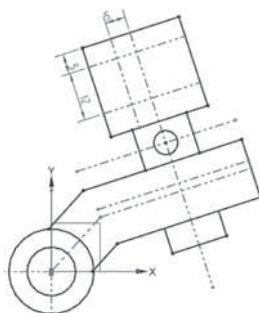

图3-68 绘制3条参考直线
⑮ 绘制键槽位置的参考直线。首先延伸参考线, 然后绘制 3 条派生直线, 最后将它们转化成参考直线, 其尺寸如图 3-68 所示。